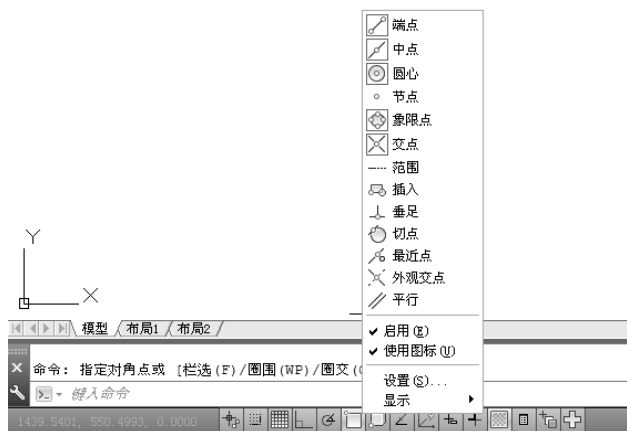

图 2-8 右击弹出的“对象捕捉”快捷菜单
① 状态栏:在状态栏的“对象捕捉”按钮上右击,弹出“对象捕捉”快捷菜单,单击快捷菜单上相应选项,如图2-8所示。本任务操作实例中便采用了此法。